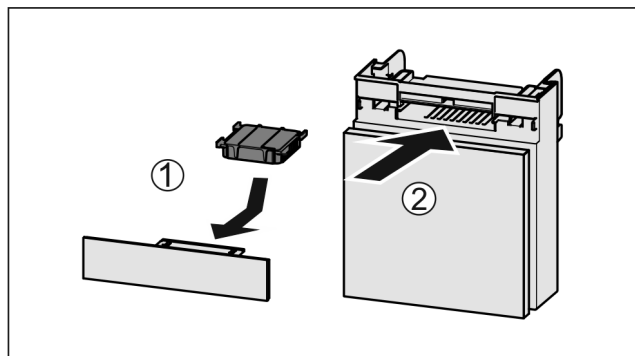

Fig. 167
- ▶ 按图装入 Fig. 167 (1)活性炭过滤器。
- ▶ 推入 Fig. 167 (2)抽屉。